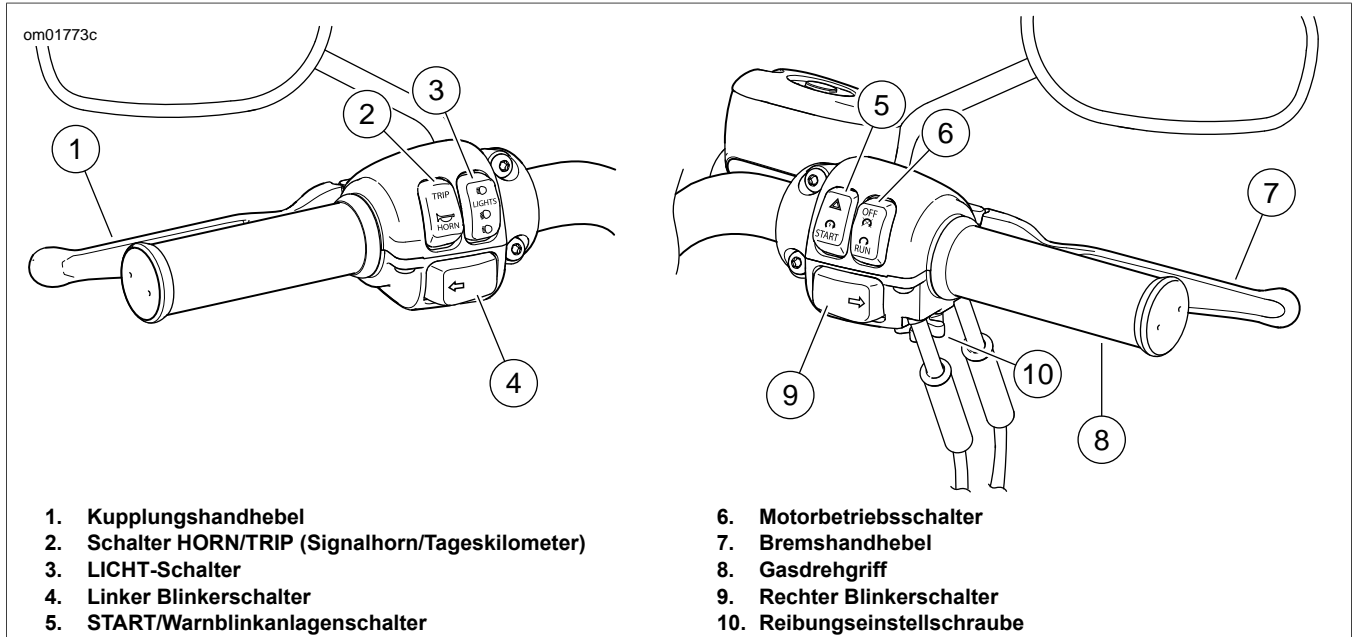

Abbildung 5. Lenkerbedienungs-elemente
Siehe Abbildung 5. Der Schalter des elektrischen Anlassers (5) befindet sich an der rechten Lenkerschalterbaugruppe. Siehe FUNKTION, Anlassen des Motors.
2. Den Motorbetriebsschalter (6) EINSCHALTEN.
Siehe Abbildung 5. Mit dem Motorbetriebsschalter (6) wird die Zündung ein- bzw. ausgeschaltet. Der Motorbetriebsschalter befindet sich auf der rechten Lenkerseite. Den oberen Teil des Motorbetriebsschalters drücken, um die Stromversorgung des Motors auszuschalten und damit den Motor abzustellen. Zum Anlassen und Betreiben des Motors auf den unteren Teil des Motorbetriebsschalters drücken.
Siehe Abbildung 5. Der Gasdrehgriff (8) befindet sich auf der rechten Lenkerseite und wird mit der rechten Hand betätigt.
Siehe Abbildung 5. Um auf langen Fahrten einer Ermüdung des Fahrers vorzubeugen, befindet sich auf der Unterseite der Gasdrehgriffschelle eine federbelastete Gasdrehgriff-Reibungseinstellschraube (10). Die Gasdrehgriff-Reibungseinstellschraube sollte nicht unter normalen Fahrbedingungen mit häufigem Anhalten und Wiederanfahren verwendet werden.
Siehe Abbildung 5. Der Kupplungshandhebel (1) befindet sich auf der linken Lenkerseite und wird mit den Fingern der linken Hand betätigt.
SIGNALHORN: Siehe Abbildung 5. Das Signalhorn wird über den Schalter HORN (2) betätigt, der sich am linken Lenkerbedienungsselement befindet. Das Signalhorn kann bis zu 10 Sekunden lang ertönen. Drückt man den Signalhornschalter länger, schaltet sich das Signalhorn automatisch ab.
Siehe Abbildung 5. Der Scheinwerfer-Abblendschalter (3) befindet sich auf der linken Lenkerseite.
Siehe Abbildung 5. Den linken (4) oder rechten (9) Blinkerschalter kurz drücken, um die Blinker einzuschalten. Die Blinker blinken, bis sie automatisch oder vom Fahrer manuell abgeschaltet werden.